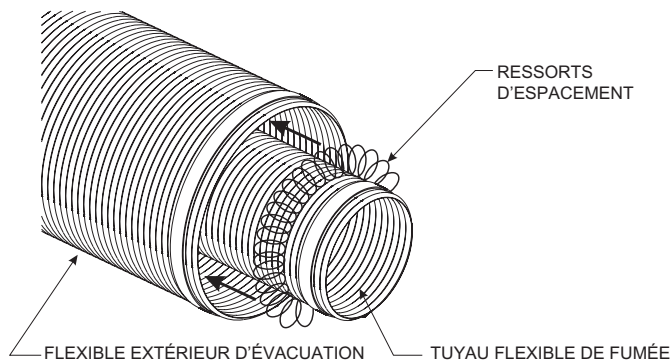

Figure 60
2. Vérifier que les ressorts d'espacement du conduit sont placés autour du conduit de fumée à des intervalles de 8 po (203 mm) sur toute sa longueur. Voir Figures 60 et 61. Sinon, étirer chaque ressort d'espacement jusqu'à 15 po (381 mm) de long environ, le placer autour du conduit de fumée et attacher ses bouts ensemble. Garder une distance égale entre les ressorts d'espacement.